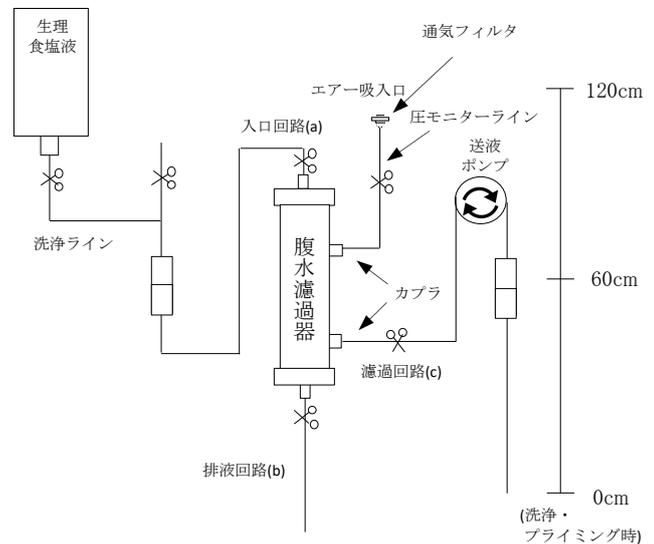

図 3 陰圧ポンプ式内圧濾過法の回路図
- 1) 本品をイリリガードル台のホルダーに取り付ける。(以降の手順に従い、図 3 の通り接続する)